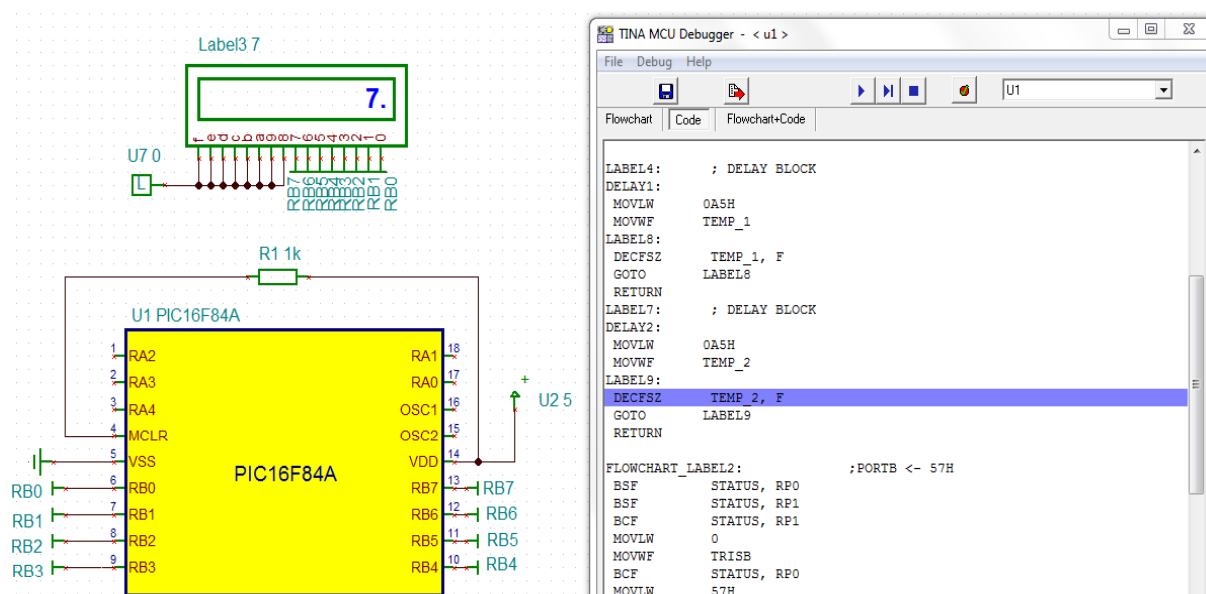

Рис.3.21. Отладчик среды TINA в режиме *Code*
5. В отладчике открыть окно *Code* (рис.3.21). Запустить программу в непрерывном и пошаговом режиме. Наблюдать за цикливанием программы в определенных местах при